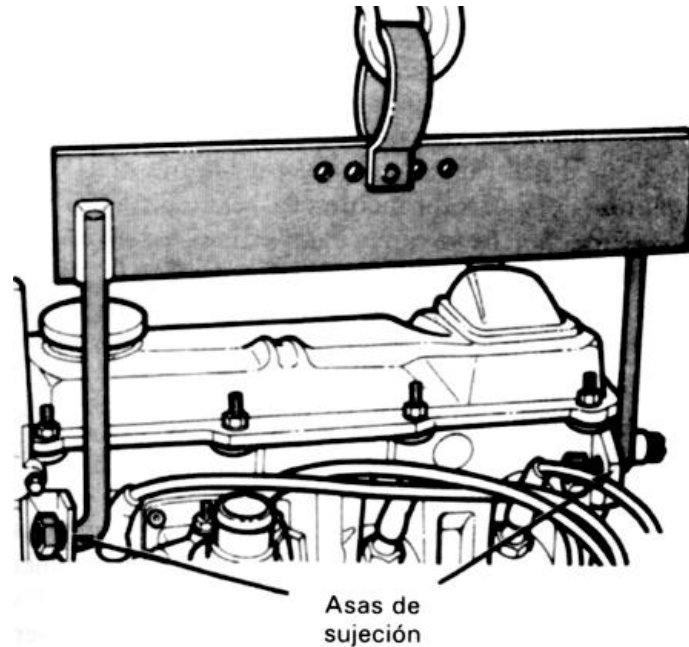

Fig. 3.11 Desmontaje del motor
15. Desmonte el motor del montacargas utilizando cadenas y herramientas especiales de elevación. (Ver Fig. 3.11)